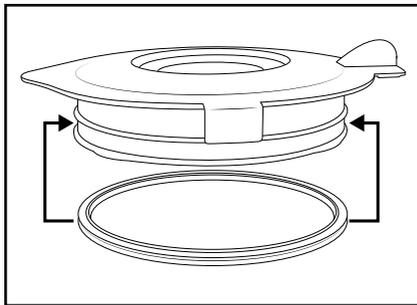

Fig. 3
- Limpie el accesorio medidor **1** y la tapa **2** con agua jabonosa suave. Para la limpieza manual, puede desmontarse la junta de goma **9**. Asegúrese de que la junta de goma **9** vuelva a estar bien colocada antes de volver a utilizar la tapa **2** (fig. 3).